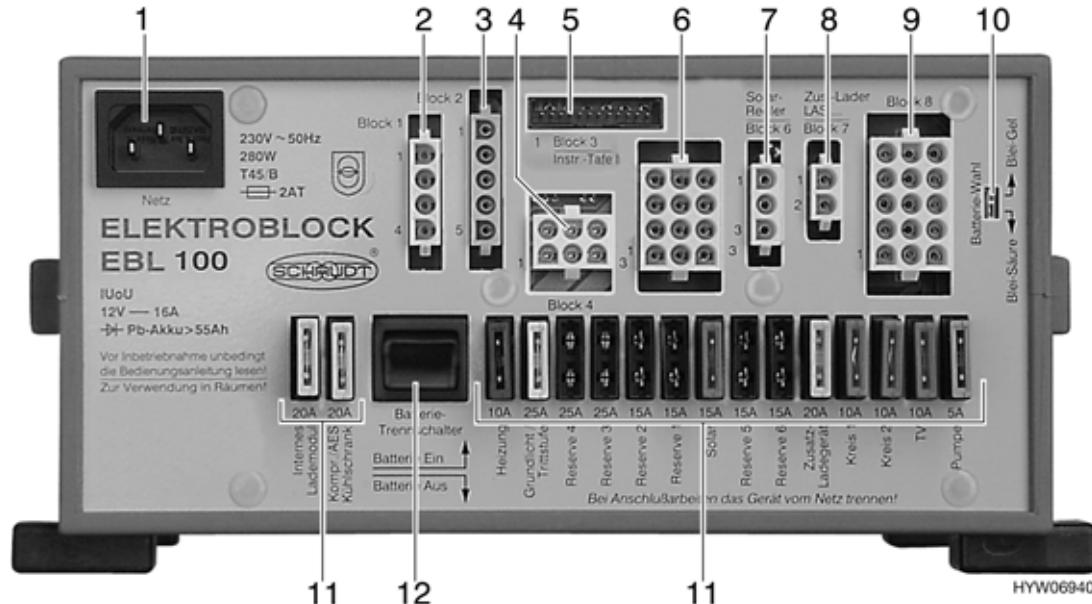

Bild 97 Elektroblock EBL 100
Der Elektroblock (Bild 97) befindet sich:
Der Batterie-Trennschalter (Bild 97,12) schaltet alle 12-V-Verbraucher des Wohnbereichs aus, auch das Sicherheits-/Ablassventil der Heizung. Dadurch wird eine langsame Entladung der Wohnraumbatterie vermieden, wenn das Reisemobil über längere Zeit nicht benutzt wird (z. B. vorübergehende Still-Legung).
- ▶ Die werkseitige Einstellung des Batterie-Wahlschalters (Bild 97,10) ("Blei-Gel") nicht verändern.